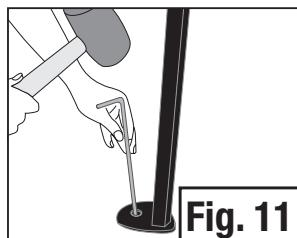

Fig. 11
- Fixez solidement l'abri en faisant passer les piquets dans les trous à la base de chaque poteau de l'armature. (Fig. 11)